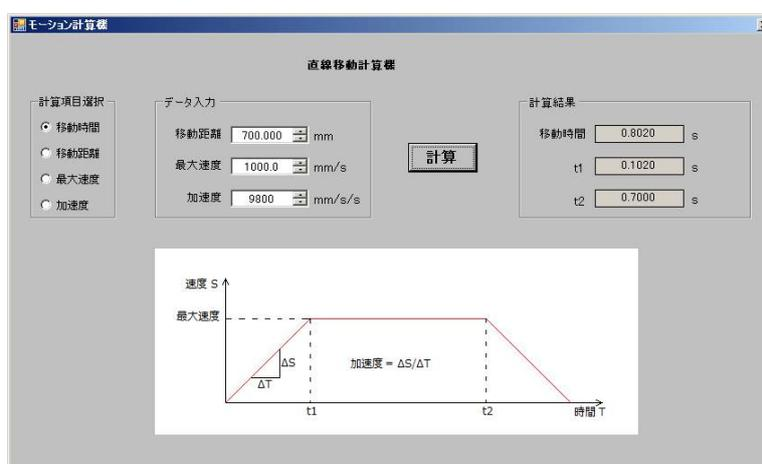
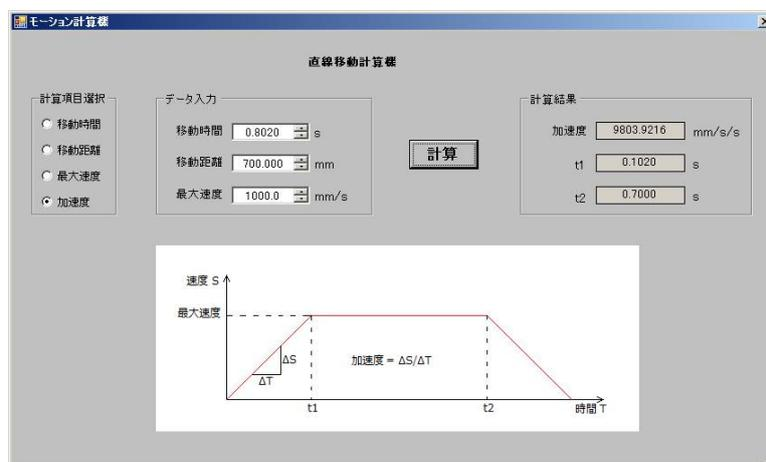

図 8.8 モーション計算機 計算例（移動距離、最高速度、加速度から移動時間を計算）
図 8.11 モーション計算機 計算例 (移動時間, 移動距離, 最高速度から加速度を計算)
④ 「モーション計算機」の活用
- PA タームのメニューバーから「ツール(T)」→「モーション計算機(M)」を選択すると、図 8.8～図 8.11 に示すウィンドウが表示されます。